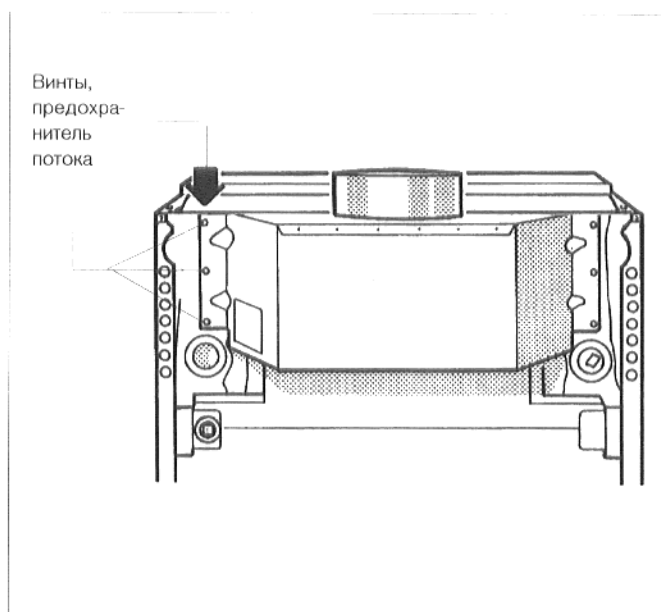

Рис. 4. Монтаж предохранителя потока
- Привинтить предохранитель потока посредством восьми крепежных болтов к дымосборнику (рис. 4).